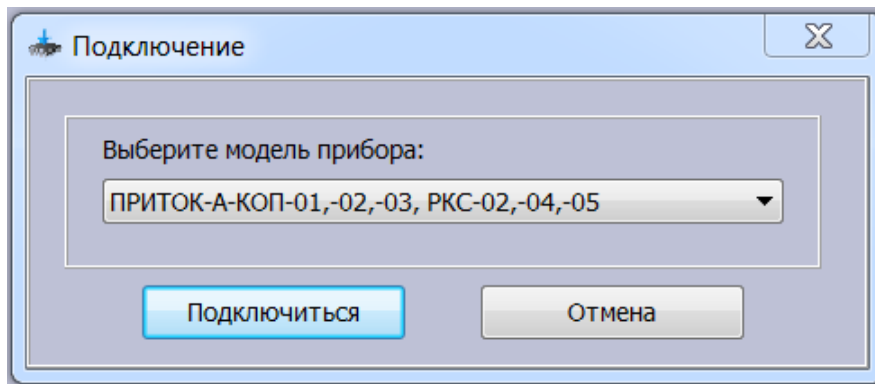

Рисунок 1
1) Подключите прибор к компьютеру с помощью стандартного кабеля miniUSB и запустите программу «Конфигуратор параметров приборов серии Приток-А». В левом верхнем углу окна программы нажмите кнопку «Считать из прибора». В появившемся окне «Подключение» выберите пункт «ПРИТОК-А-КОП-01,-02,-03, РКС-02,-04,-05» и нажмите кнопку «Подключиться» (см. рисунок 1). Дождитесь завершения чтения параметров от прибора.